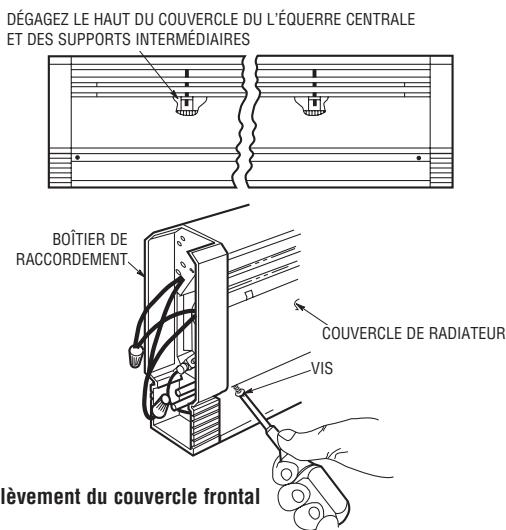

Figure 4. Enlèvement du couvercle frontal
4. Enlevez le couvercle frontal du radiateur en ôtant les vis aux angles inférieurs. Tirez le bas du couvercle vers l'extérieur et soulevez son haut pour dégager le boîtier de raccordement. Recommencez du côté opposé. Dégagiez le haut du couvercle du l'équerre centrale et des supports intermédiaires. Voir la Figure 4.